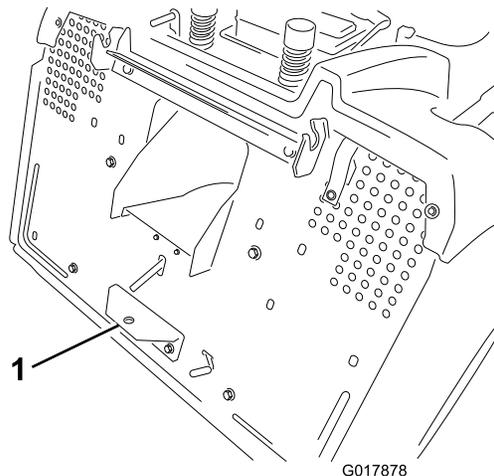

図 20
2. 機体後部の低い位置にある牽引ヒッチにアタッチメントを取りつける図 20。